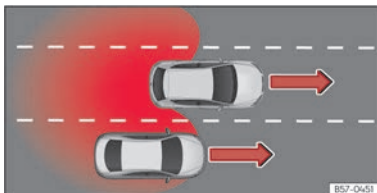

Abb. 119 Überholen auf der mittleren Spur und anschließender Wechsel auf die rechte Fahrbahn.
- Bei Überholung eines anderen Fahrzeugs »» (Abb. 119) mit einer Geschwindigkeitsdifferenz von ca. 10 km/h (6 mph). Erfolgt die Überholung wesentlich schneller, erfolgt keine Anzeige.